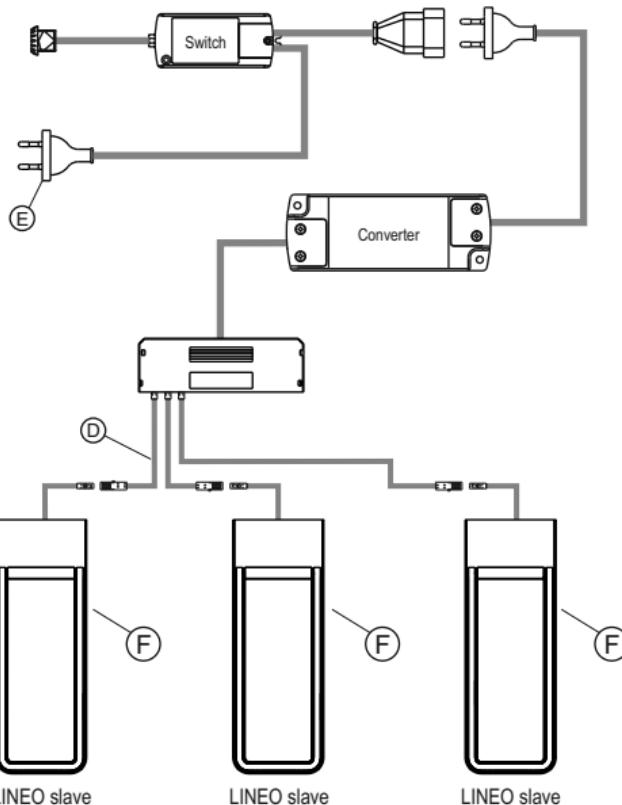
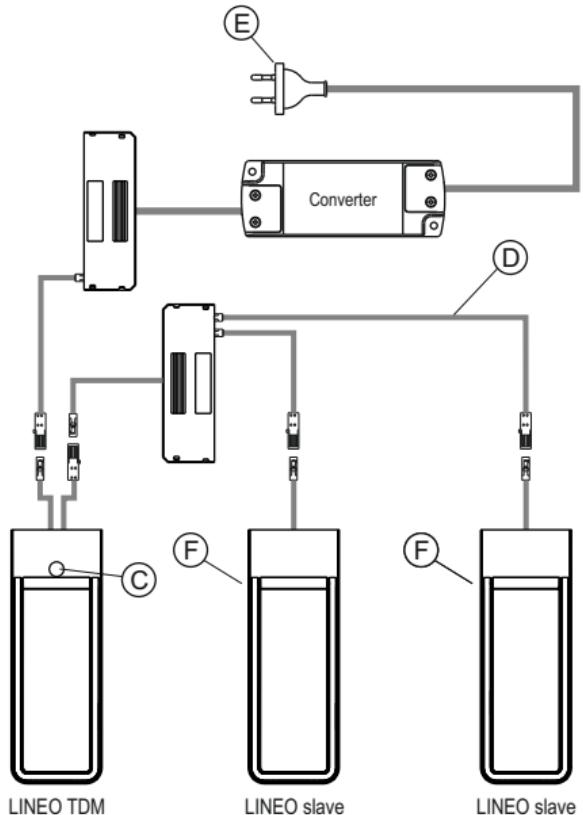

Fig 3
Fig 4
- Connect the spotlights to the adaptor and using the extensions provided in the pack (D) following the wiring diagram:
- **SLAVE:** (fig.3) (without switch)
- **TDM:** (fig.4) (TOUCH SENSOR master)
- Connect the feeder plug (E) to an AC outlet 230V 50/60Hz.
- The output cable of **LINEO TDM** can handle a load of max. 60W @ 24VDC included the absorption of the device figure 4.
The **LINEO SLAVE** (F) is a switch-free spotlight, then it must be turned on via a remote switch that can be placed on the **LINEO TDM** (wired in the **MASTER** version) as shown in figure 4 or it can be assigned to a separate switch connected to the primary of the converter as shown in figure 3, or to a remote socket where to connect the converter.
- Verbindung der Strahler mit einem Verlängerungskabel siehe (D) mit den Steckerteilen (siehe Anschlussplan):
- **SLAVE:** (Abb.3) (ohne Schalter)
- **TDM:** (Abb.4) (TOUCH SENSOR Master)
- den Stecker (E) des Konverters an einer Wechselstrom-Steckdose anschließen 230V 50/60Hz.
- Der Ausgang (output cable) des **LINEO TDM** kann eine maximale Last von 60W@24Vdc einschließlich der Stromaufnahme steuern (abb.4).
LINEO (F) ist eine Leuchte ohne Schalter, daher muss das Einschalten über einen Extraschalter erfolgen, der sich am **LINEO TDM** (mit Verkabelung der Ausführung **MASTER**) wie in Abbildung 4 gezeigt befinden kann, oder über einen eigenen Schalter, der an die Primärspannung des Konverters angeschlossen wird, wie in Abbildung 3 gezeigt, oder über eine gesteuerte Steckdose, an die der Konverter angeschlossen wird.
- Effectuer le branchement électrique des spots à l'alimentateur au besoin en utilisant les rallonges fournies en dotation (D) en respectant le schéma de connexion:
- **SLAVE:** (fig.3) (sans interrupteur)
- **TDM:** (fig.4) (touch-led dimmer master)
- Raccorder la fiche (E) du câble d'alimentation du transformateur à une prise de courant alternatif 230V 50/60Hz.
- La sortie (output cable) du **LINEO TDM** peut commander une charge maximum de 60W à 24Vdc, incluant l'absorption de l'appareil (fig.4).
Le **LINEO SLAVE** (F) est une lampe sans interrupteur. Par conséquent, l'allumage passe par un interrupteur déporté pouvant se trouver sur le **LINEO TDM** (câblé en version MAÎTRE) comme illustré sur la figure 4 ou pouvant être assigné à un interrupteur séparé branché sur le module principal du convertisseur comme illustré sur la figure 3, ou à une prise commandée sur laquelle brancher le convertisseur.
- Efectúe la conexión eléctrica de los focos al alimentador utilizando si es necesario los cables alargadores suministrados (D), respetando el esquema de conexión:
- **SLAVE:** (fig.3) (sin interruptor)
- Conecte la clavija (E) del cable de alimentación del transformador a una toma de corriente alterna 230V 50/60Hz.